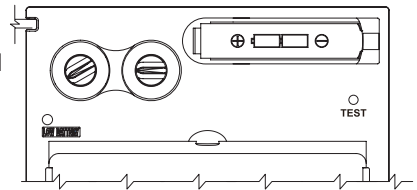

Fig. 1
- **Installasjon av batteri.** Når indikator på lavt batterinivå blir rød, skal batteriet byttes umiddelbart. Installer det nye batteriet i henhold til merkingen av positiv og negativ terminal på batteriet (se fig. 1).
- **TEST.** Trykk og hold test for å forhåndsviser skyggevalget for sveising (se fig. 1). Når den slippes vil visningsvinduet automatisk gå tilbake til lystilstanden (DIN 3.5).